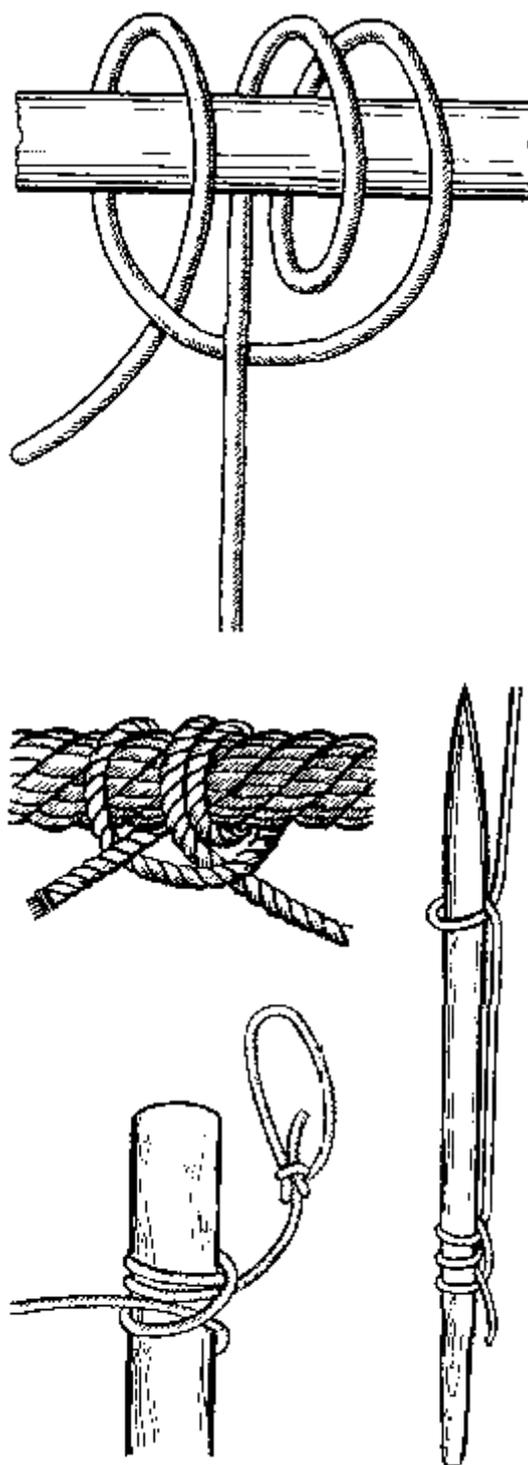

Рис. 49. Задвижной штык
**Задвижной штык** (рис. 49). На парусных кораблях этот узел находил еще большее применение, чем выбленочный. Это объясняется тем, что он еще более совершенен и более надежен, нежели выбленочный. Его можно применять и в тех случаях, когда направление тяги троса находится под острым углом к бревну (рею, мачте и пр.) или к тросу, к которому он прикреплен. Задвижной штык держит даже в том случае, если тяга направлена почти вдоль бревна. В отличие от выбленочного узла у задвижного штыка не два, а три охватывающих предмет шлага: один с одной стороны коренного конца и два – с другой. При завязывании этого узла необходимо учитывать, в какую сторону будет направлена тяга за коренной конец, и в зависимости от этого вязать узел. Легко запомнить: с какой стороны тяга – там два шлага.